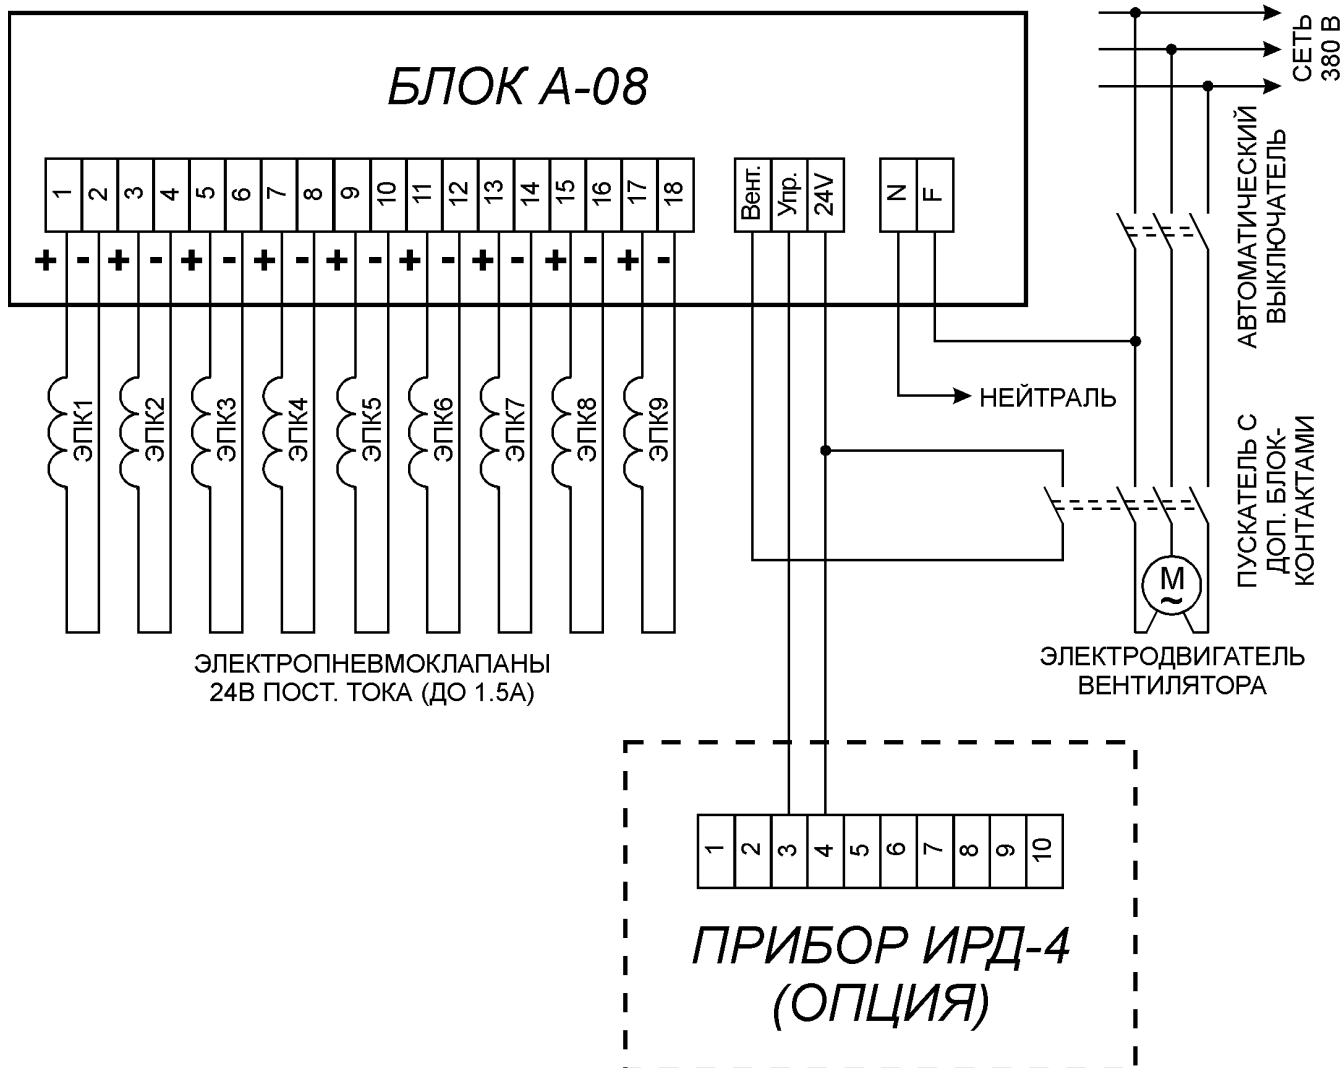

Рис. 2. Схема подключение блока А-08.
6.4. Схема подключения блока приведена на рис. 2. Если число рукавов или картриджей воздушного фильтра меньше 9, то для подключения ЭПК необходимо использовать соответствующее количество клемм блока, начиная с клеммы «1».